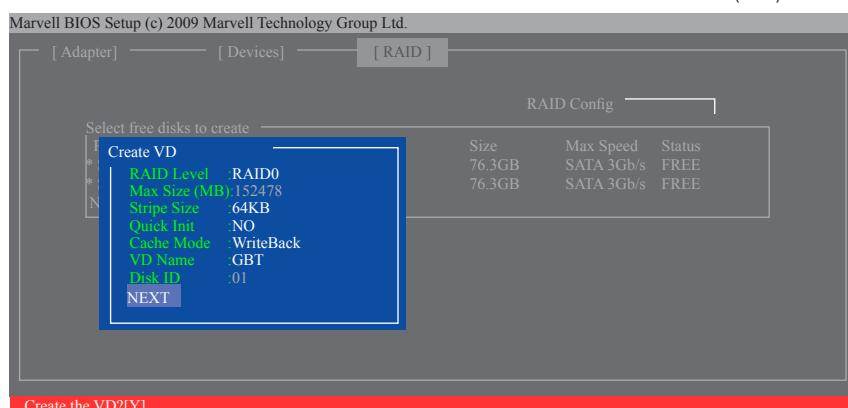

図9
6. **NEXT**: 上の設定を完了した後、**NEXT** に移動して <Enter> を押しアレイの作成を開始します。確認を求められたら、<Y> を押して確認するか <N> を押してキャンセルします (図9)。